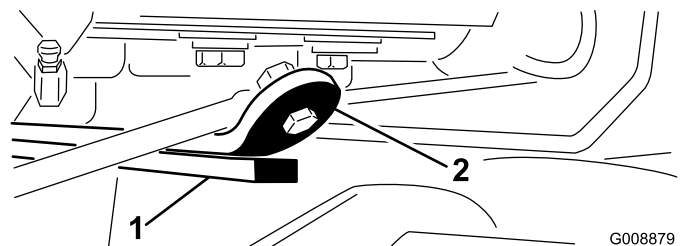

Figura 9
3. Arranque el motor, eleve las unidades de corte y compruebe que la holgura entre la pletina que está encima de la barra de desgaste de la unidad de corte trasera y la pletina de amortiguación sea de 0,51 a 2,54 mm (de 0,02 a 0,10 pulgada), como se muestra en Figura 9.